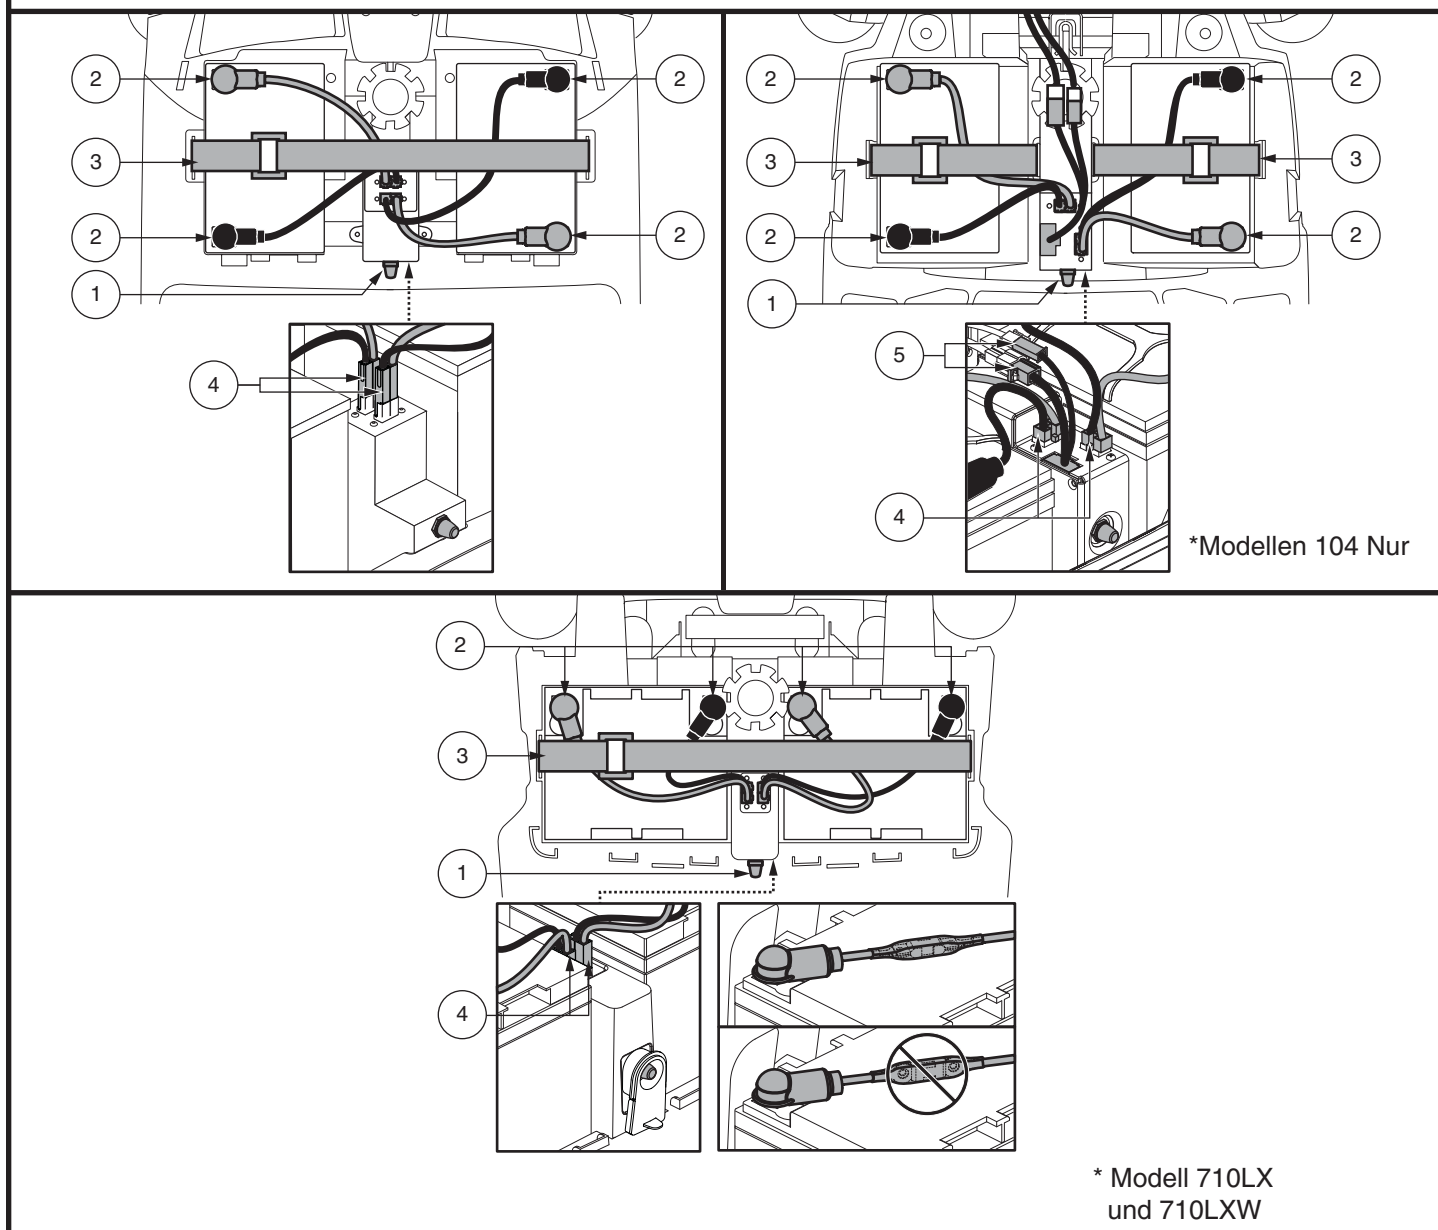

Abb. 11. Batterie Ausbau/Einbau Batteriepole und Verabelung
2. Lösen Sie den Haltegurt der Batterie. **Siehe Abb. 11.**
3. Trennen Sie die Batterienkabel und ziehen Sie sie gerade nach oben. **Siehe Abb. 11.**
6. Legen Sie eine neue Batterie in jedes Batteriefach. Bei den Modellen 710LX und 710LXW sind die Batterieklemmen jeder Batterie nach hinten gerichtet. Bei allen anderen Modellen sind die Batterieklemmen jeder Batterie gegenüber und zu den Außenseiten des Elektromobils gerichtet. **Siehe Abb. 11.**